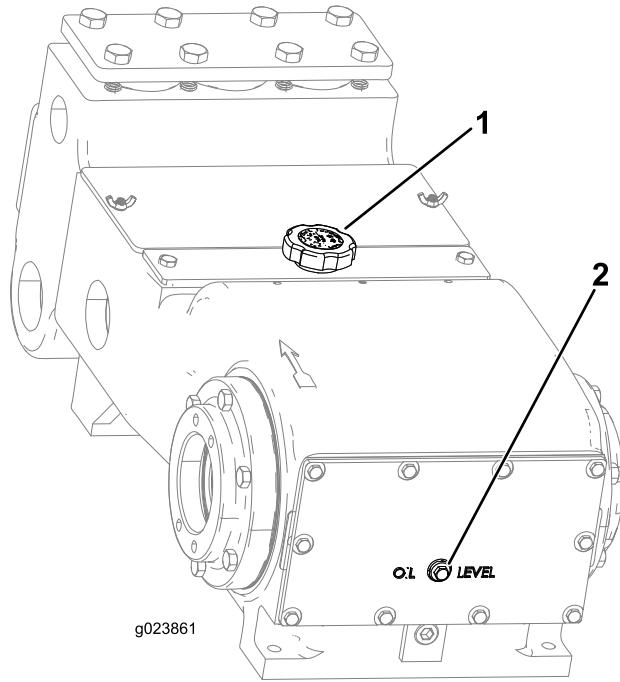

Bild 121
2. Entfernen Sie die Füllschraube am Kurbelgehäuse (Bild 121).
3. Stellen Sie sicher, dass sich das Öl an der Ölstandmarkierung befindet, wie in Bild 121 abgebildet.
8. Entfernen Sie den Ölfülldeckel (**Bild 122**) und füllen Sie ca. 1,8 l Öl ein bzw. bis der Ölstand an der Ölstandspumpe liegt, wie in **Bild 121** abgebildet.